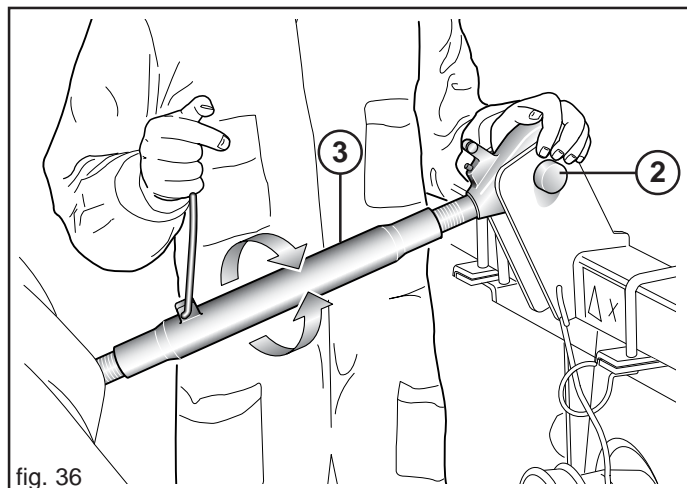
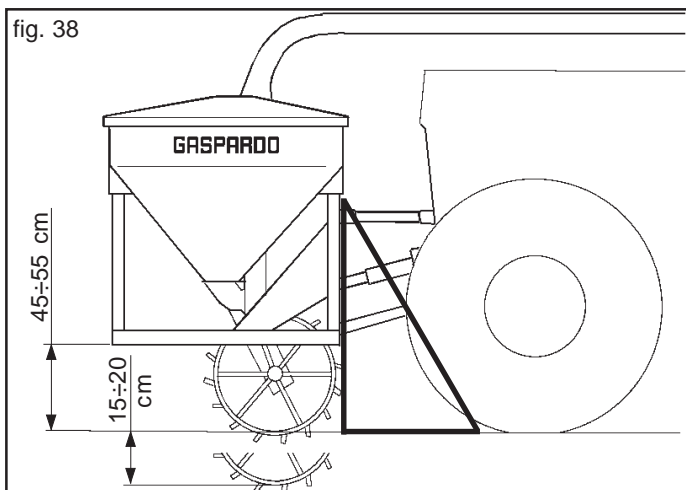

fig. 36
fig. 38
- 2) Conectar el tercer punto superior (2, Fig. 36); la clavija tiene que bloquearse con el respectivo pasador; a través del tensor de regulación (3, Fig. 36) tratar que la máquina se encuentre en posición perpendicular al terreno (Fig. 38).
- 5) Levante el equipo delantero, extraiga las patas de apoyo. Para garantizar la rotación de la rueda de transmisión, regule la altura del equipo desde el piso en la posición de trabajo (45÷55 cm Fig. 38). Dicha distancia debe ser constante durante el trabajo.
- 6) En condiciones de trabajo, garantice la adherencia al terreno de la rueda motriz. Utilice los anillos de cadena (C), indicados en la Figura 42, para regular una amplitud de movimiento de aproximadamente 15÷20 cm (Fig. 38).